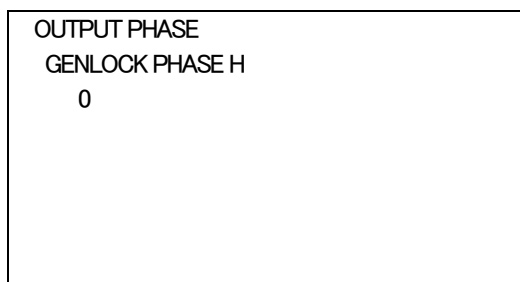

図4-16 オンスクリーンメニュー (GENLOCK PHASE H例)
- 1) アウトプットフェイズメニューで「GENLOCK PHASE H」を選択し、**ENTER** ボタンを押すと図4-16のような設定メニューが表示されます。